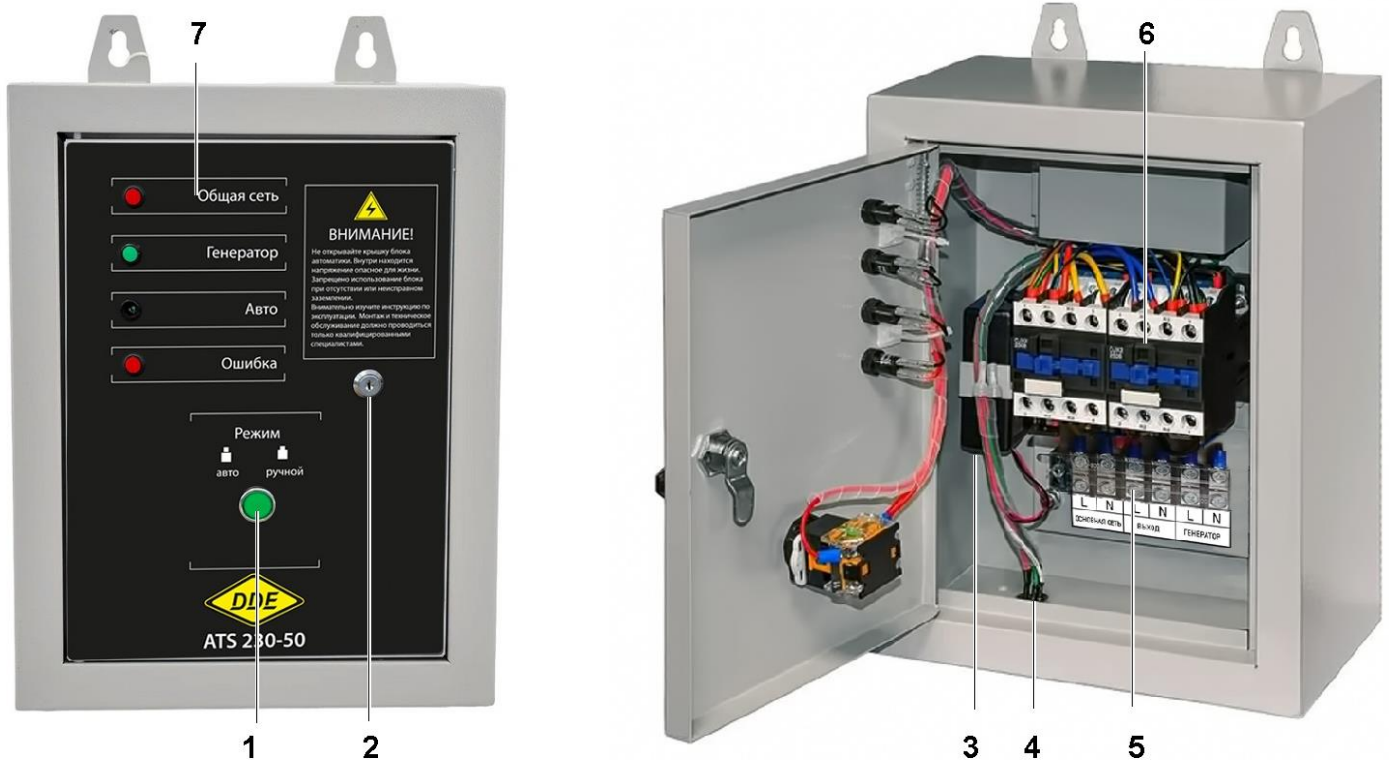

Рис.1
6.1. Ручной режим, зелёная кнопка (рис.1 п.1) - отжата. При отключенном автоматическом режиме не происходит контроль наличия сетевого напряжения. Пользователь производит пуск двигателя генератора, используя штатные средства (замок зажигания или ручной стартер). После появления напряжения на выходе генератора, блок автоматики переключит питание потребителей на генератор. При восстановлении напряжения общей сети блок автоматики переключит потребителей на общую сеть, пользователю необходимо самостоятельно произвести остановку двигателя генератора.
6.2. Автоматический режим. Для включения автоматического режима нажмите зеленую кнопку (рис.1 п.1), загорится индикатор <АВТО> (рис.1 п.7). В автоматическом режиме работы блок автоматики непрерывно контролирует наличие сетевого напряжения. При наличии напряжения горит индикатор <ОБЩАЯ СЕТЬ> (рис.1 п.7), питание всех подключенных потребителей в этом случае происходит от общей сети питания. При выходе сетевого напряжения за рабочий диапазон, гаснет индикатор <ОБЩАЯ СЕТЬ> (рис.1 п.7), и контроллер автоматики подает сигнал на запуск двигателя генератора. В случае успешного запуска двигателя и появлении напряжения на выходе генератора загорается индикатор <ГЕНЕРАТОР> (рис.1 п.7). После этого в течении около 2-6 секунд контроллер автоматики переключает силовой контактор, и питание потребителей начинает поступать от генератора. При восстановлении напряжения общей сети контроллер переключает питание потребителей на общую сеть и через некоторое время, необходимое для охлаждения двигателя после интенсивной работы под нагрузкой, контроллер автоматики подает сигнал на остановку двигателя генератора. Генератор остановится и продолжит находиться в состоянии готовности к запуску.
Питание от сети отключено → первый запуск генератора (3 секунды) → генератор не запускается, ожидание 5 секунд → второй запуск генератора (4 секунды) → генератор не запускается, ожидание 5 секунд → третий запуск генератора (5 секунд). Индикатор <ОШИБКА> (рис.1 п.7) загорается в случае, если двигатель генератора не запустился после трёх последовательных попыток.